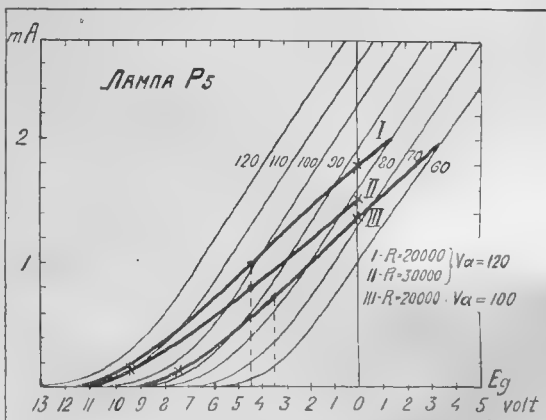

Рис. 2. Семейство характеристик лампы Р5 и ее динамические характеристики при различной нагрузке.
характеристики лампы. Таким образом, динамическая (или действительная) характеристика отличается от известной читателям статической характеристики тем, что при увеличении тока в анодной цепи увеличивающееся падение напряжения на сопротивлении уменьшает анодное напряжение. Поэтому, динамическая характеристика обычно значительно положе статической (рис. 2), но она как раз и определяет то, что происходит в цепи при сопротивлении нагрузки, поэтому здесь мы имеем и принуждены обратиться к ее рассмотрению. Динамическая характеристика может быть снята опытным путем или рассчитана из статических характеристик (см. примеч. в конце). На рис. 2 приведено семейство статических характеристик лампы Р5 и ее динамические характеристики (толстые линии) для следующих условий:
Динамическая характеристика прямолинейна только на определенном участке: на рис. 2 прямолинейность ее может быть обеспечена на участках между крестиками (х), т. е. между нижним перебором и нулевым напряжением на сетке. Тот в цепи сетки приводит к искривлению динамической характеристики.
Пунктирные линии на рис. 2 показывают те постоянные отрицательные напряжения, которые необходимо задать сетке лампы для использования этих прямолинейных участков характеристик. Эти напряжения соответствуют средней точке указанных прямолинейных участков. От предварительного усиления для отсутствия искажений в окончном усилении необходимо подвести к последней лампе для I и II характеристики амплитудное напряжение 4,5 вольт, для III—3,5 вольта. Отдаваемые мощности из этих характеристик определяются из уравнения:
**Примечание.** Динамическая характеристика обычно строится следующим образом. Положив (рис. 2), анодная батарея имеет напряжение 120 вольт, а сопротивление нагрузки 20.000 ом. Имеем точку пересечения динамической характеристики со статической для  $V_a = 100$  в. Для этого нам необходимо определить ток в цепи анода в тот момент, когда напряжение на аноде 100 в. Поступаем следующим образом: определяем падение напряжения на сопротивлении нагрузки; нетрудно понять, что в тот момент, когда анод имеет напряжение 100 вольт, на сопротивлении нагрузки падает  $120 - 100 = 20$  вольт. Тогда, зная сопротивление нагрузки, легко определить ток: он равен  $\frac{20}{20000} = 1$  миллиамп. Точка пересечения динамической характеристики со статической при  $V_a = 100$  найдена. Точно также находим точки пересечения для статических характеристик при  $V_a = 80, 60$  и т. д. Найденные точки пересечения соединяем между собой и получаем так называемую динамическую характеристику.